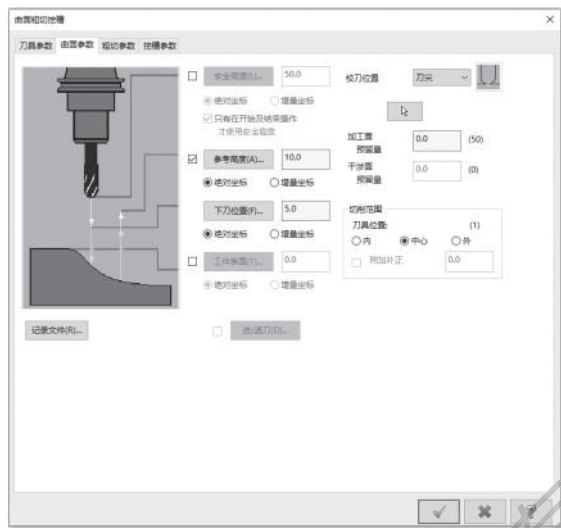

图 4-32 曲面加工参数设置
3) 打开【曲面参数】选项卡，勾选【参考高度】复选项并设置为 10.0mm ，【下刀位置】为 5.0mm ，勾选所有【绝对坐标】复选项，【加工面预留量】为 0.0mm ，如图 4-32 所示。